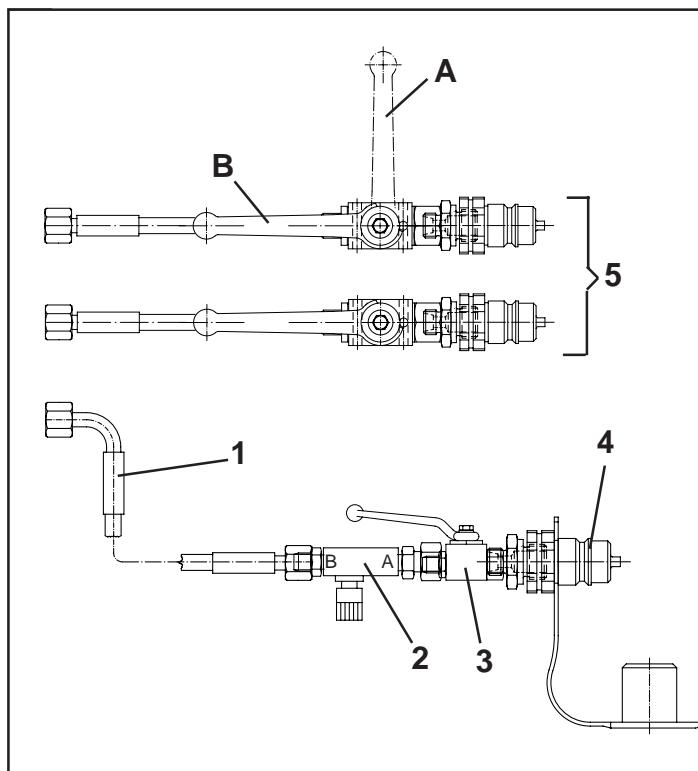

Fig. 24
- einen Hydraulikschlauch (Fig.24/1)
- eine einstellbare Drossel (Fig.24/2)
- einen Blockkugelhahn (Fig.24/3)
- einen SVK-Stecker (Fig.24/4).
geschlossen: Fig.24/A
offen: Fig.24/B
- Pos.5, Fig.24: am Streuer vorhandene Hydraulikanschlüsse für die Schieberbetätigung
- Pos.1-4, Fig.24: Hydraulikanschluß für den Limiter
- one hydraulic hose (Fig.24/1)
- one adjustable throttle valve (Fig.24/2)
- one block ball tap (Fig.24/3)
- one quick coupling plug (Fig.24/4).
closed: Fig.24/A
open: Fig.24/B
- Pos.5, Fig.24: hydraulic connections for shutter control available on the tractor
- Pos.1-4, Fig.24: Hydraulic connection for the Limiter
- un flexible hydraulique (Fig.24/1)
- un restricteur réglable (Fig.24/2)
- un robinet à boisseau sphérique (Fig.24/3)
- une prise d'accouplement rapide (Fig.24/4).
fermée: Fig.24/A
ouverte: Fig.24/B
- Pos.5, Fig.24: raccords hydrauliques sur l'épandeur pour la commande des trappes
- Pos.1-4, Fig.24: raccord hydraulique pour le limiteur
- een hydrauliekslang (Fig.24/1)
- een instelbare reduceerklep (Fig.24/2)
- een blokkogelkraan (Fig.24/3)
- een insteekkoppeling (Fig.24/4).
gesloten: Fig.24/A
- Pos.5, Fig.24: de reeds aanwezige hydraulische aansluitingen voor de schuifbediening van de strooier.